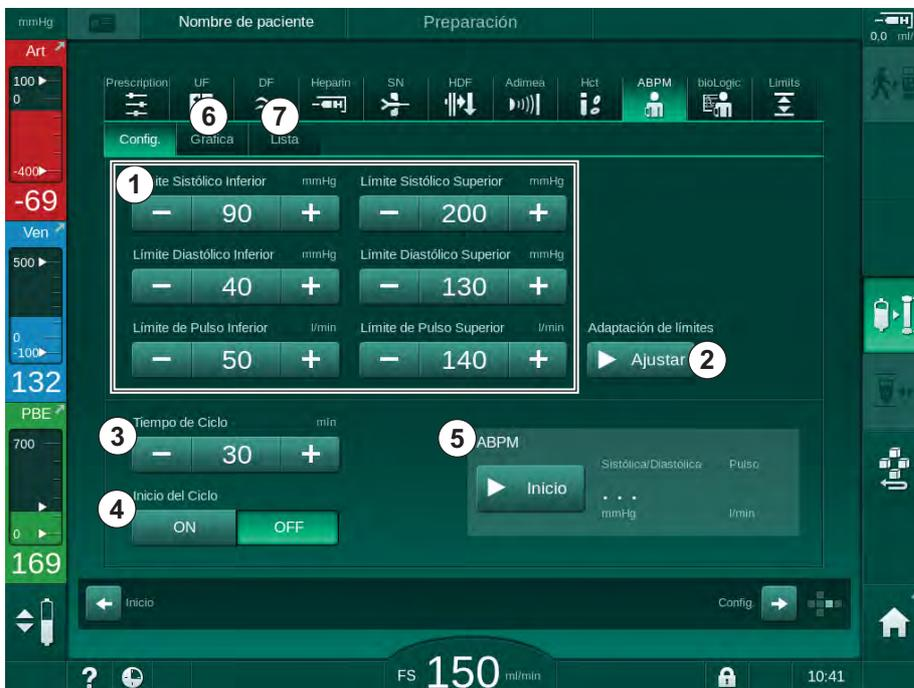

Fig. 11-6 Ajustes ABPM en la pantalla *Entrada*
2. Para adaptar los límites de alarma según la última presión sanguínea medida, pulsar *Adaptación de límites, Ajustar* (Fig. 11-6, ②).
1. Para activar/desactivar las medidas cíclicas con la frecuencia de medida establecida, seleccionar *Inicio ciclo*, *ON* (Fig. 11-6, ④).
2. Para ajustar la frecuencia de medida, seleccionar *Frecuencia de ciclo* ③. Intervalo posible: de 1 a 60 minutos.
- o Pulsar *Inicio* en el recuadro del grupo *Ajustes ABPM* en la pantalla *Entrada* (Fig. 11-6 Ajustes ABPM en la pantalla *Entrada* (271), ⑤).